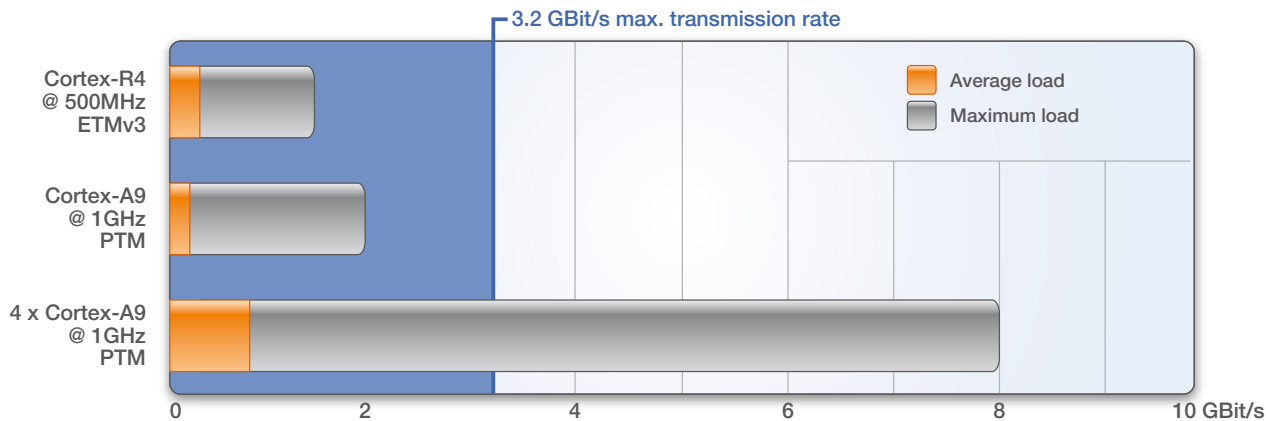

図9: ホストのプログラムシーケンス情報のストリーミングには、通常は3.2GB/秒の転送速度が適正
トレースポートを経由してエクスポートされるトレースデータの量は、ターゲットシステムのハードウェアに依存します。コアの数、トレースポートピンの数、およびトレースクロックの速度はすべて、重要なパラメータです。また、コアトレースロジックの使用するプロトコルも、重要な役割を担います。たとえば、ARM PTMプロトコルは、ARM ETMv3プロトコルよりもコンパクトです(図9を参照)。
- また、PowerTrace IIでは、FPGAベースでトレースデータをハードウェア圧縮する機能が提供されています。この機能を使用することで、3.2ギガビット/秒でトレースデータをホストコンピュータに転送できます。図9は、この転送速度がデータ損失なしでETM/PTMデータをストリーミングする場合に、通常は十分であることを示しています。